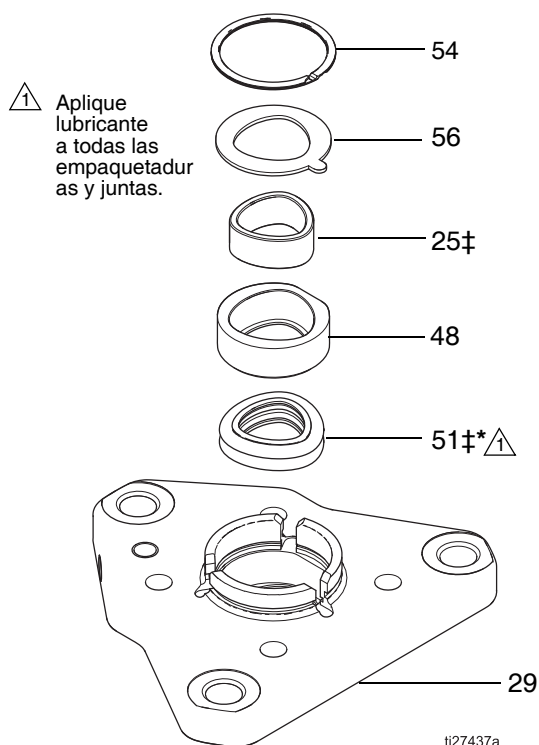

FIG. 3. Montaje de la placa superior
1. Retire el collar de retención (60) quitando los tornillos (63).
2. Retire los cuatro tornillos de cabeza hueca (40) y las arandelas (46) de la placa superior (29).
3. Levante con cuidado la placa superior (29) de la cámara del fuelle (45). Mantenga nivelada la placa superior (29).
NOTA: Consulte la FIG. 3, página 9. El anillo de retención (54), la arandela de retención (56), el alojamiento del cojinete (48), el cojinete (25) y la junta de seguridad (51) encajan en la placa superior y se deslizarán hacia fuera con la placa superior (29).
- Si el fuelle ha fallado, desmonte también la válvula de ventilación (26) de la placa superior. Limpie la trayectoria del fluido si está obstruido con pintura.
Consulte la FIG. 3, página 9.
1. Instale el conjunto de la placa superior (29, vea la FIG. 3 en la página 9 sobre el conjunto del fuelle (53‡), alineando las formas del manguito del fuelle (34) y la junta de seguridad (51‡*). Para orientarlo como se desee, gire 90°, alineando los orificios para los pernos.
- NOTA:** Consulte la FIG. 3, página 9. El anillo de retención (54), la arandela de retención (56), el alojamiento del cojinete (48), el cojinete (25) y la junta de seguridad (51) encajan en la placa superior y se deslizarán hacia fuera con la placa superior (29).
6. Retire cuidadosamente el anillo de retención (54), la arandela de retención (56), el alojamiento del cojinete (48), el cojinete (25) y la junta de seguridad (51) de la placa superior (29). Consulte la FIG. 3, página 9.